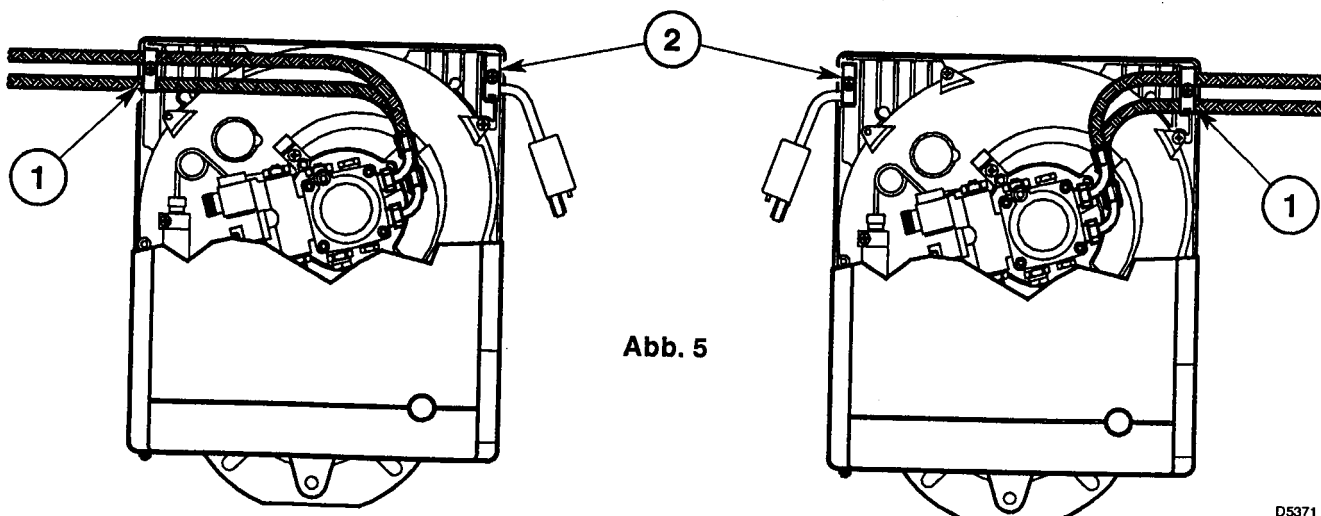

Abb. 5
Die Ölschläuche werden mit den Winkelanschlüssen an der Ölpumpe montiert, wobei die Ölschläuche nach links oder nach rechts aus dem Brenner herausgeführt werden können. Es muß jeweils die Halteschelle (1) bzw. die Kabelzugentlastung (2) gewechselt werden, (siehe Abb. 5).